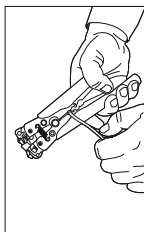

Рисунок 5
5.4 Для опрессовки наконечников правильно расположить наконечник в соответствующей матрице, чтобы каждый из контуров опрессовывал соответствующую часть провода (рисунок 5). Наконечник нужно завести с маркированной стороны матриц. Использовать цветовую или цифровую маркировку на матрицах для идентификации профиля обжима под выбранный размер наконечника.